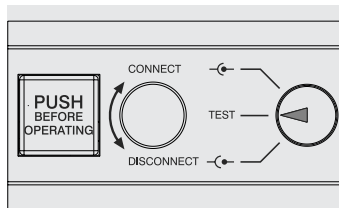

Figure 102
- disjoncteur en position de test (voir Figure 102)